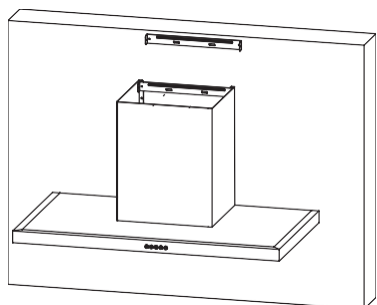

Fig.8
- Fixe a placa de instalação da chaminé. Veja a Fig.8.